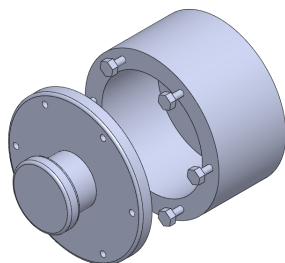

图 10-55 打开素材模型
(1) 单击常用工具栏中的【打开】按钮，打开一幅素材模型，如图 10-55 所示。